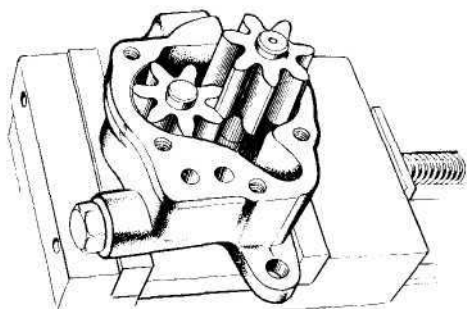

Рис. 92. Извлечение шестерён масляного насоса из корпуса
- снимите с ведущего валика стопорное кольцо и извлеките из корпуса ведущий валик с шестерней и ведомую шестерню (рис. 92);